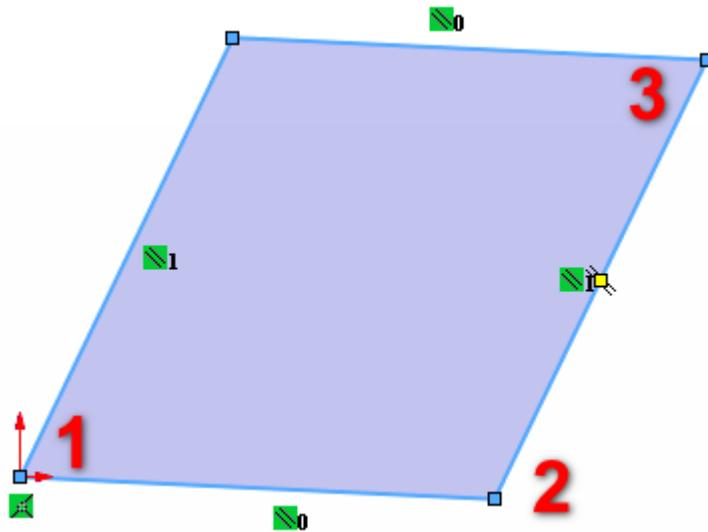

Рисунок 22 – Параллелограмм
Он также строиться с помощью трех точек, первая точка это начало одной их сторон параллелограмма (1), с помощью второй точки определяется направление и длина этой стороны (2), с помощью третьей точки определяется высота параллелограмма и его углы (3), рисунок 22.